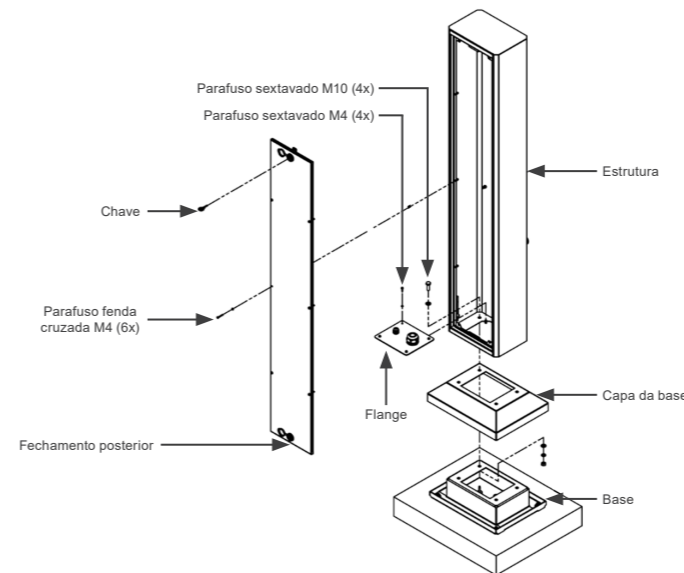

Figura 3.3: Vista posterior explodida da montagem
A montagem do totem à base de fixação do produto está representada na Figura 3.3, sendo utilizados quatro (04) parafusos sextavados M10, fornecidos junto com o produto, torque de aperto recomendado é de 35 Nm.